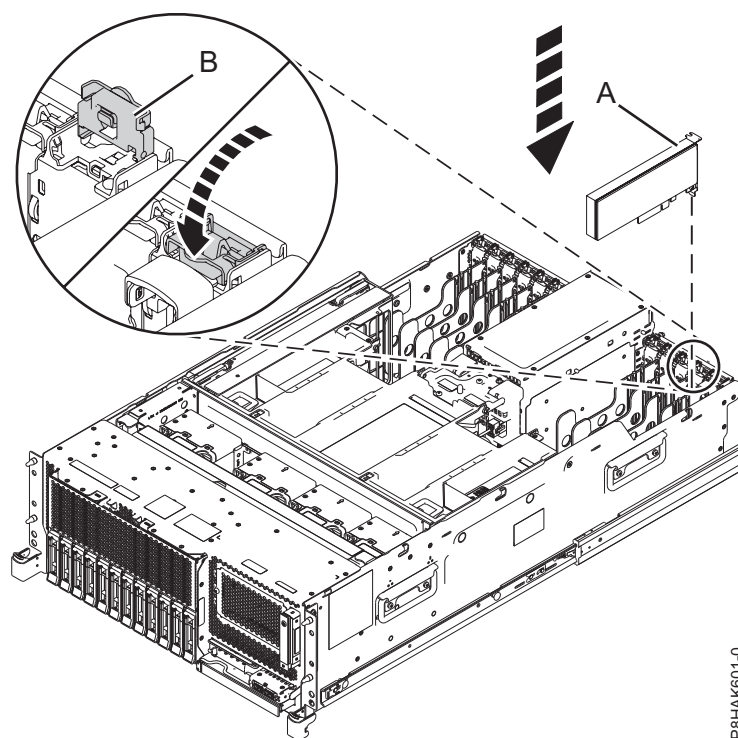
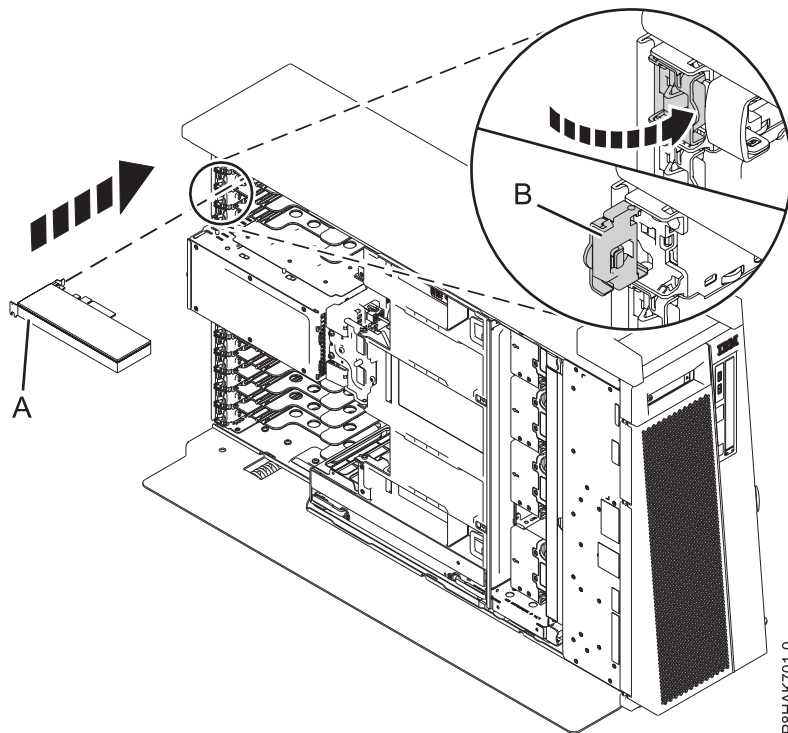

Figura 43. Instalar ou substituir um adaptador PCIe num sistema montado em bastidor
Figura 44. Instalar ou substituir um adaptador PCIe num sistema 8286-41A autónomo
5. Se a patilha do adaptador **(B)** na ranhura alvo não estiver na posição aberta, puxe a patilha para a posição aberta ao rodar a patilha para fora do respectivo clip na parte posterior do sistema, como demonstrado em Figura 43 na página 49 e Figura 44 na página 49.
7. Agarre cuidadosamente o adaptador pela respectiva aresta superior ou contraponto e alinhe o adaptador com a ranhura e o respectivo conector no painel posterior do sistema (A), conforme demonstrado em Figura 43 na página 49 e Figura 44 na página 49.
10. Para bloquear o adaptador na respectiva ranhura, rode a patilha do adaptador **(B)** na direcção demonstrada em Figura 43 na página 49 e Figura 44 na página 49.